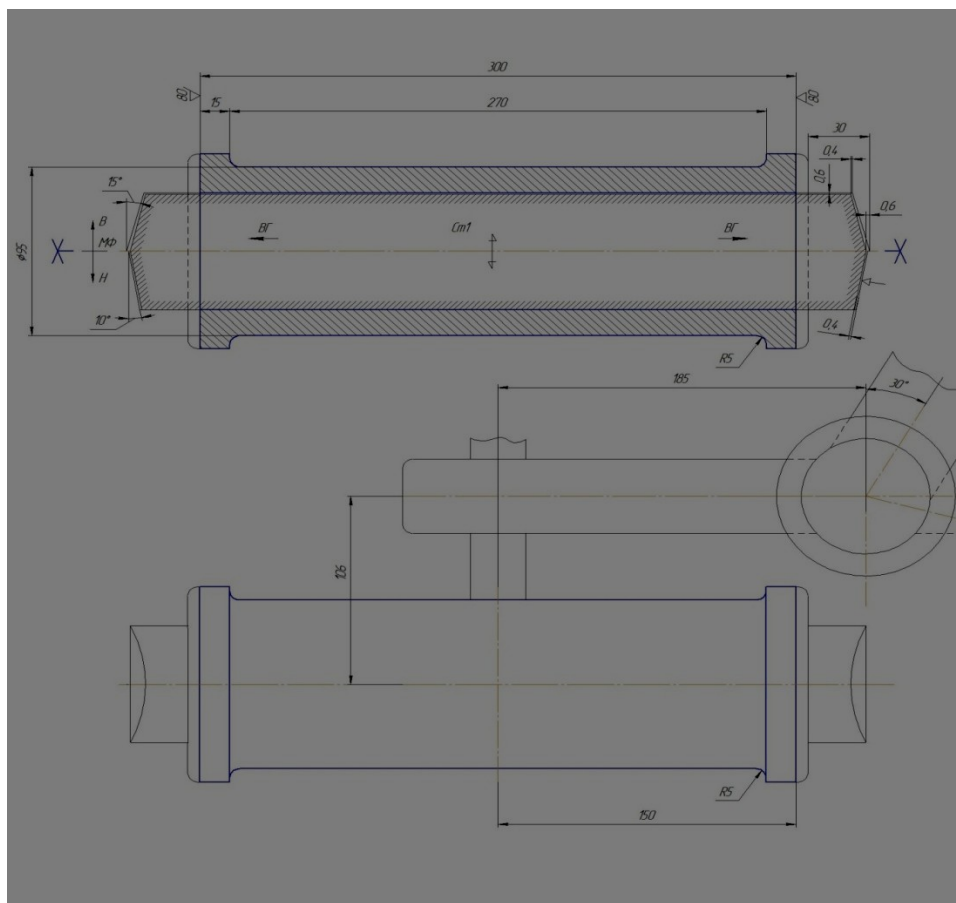

Рисунок 1 – Чертеж отливки
2. Изучить чертеж отливки (рисунок 1).